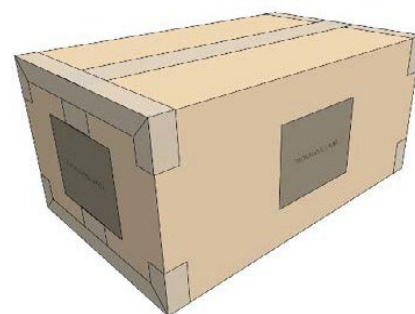

图 1
1. 所有 RSC（常规开槽外箱）外箱均应使用 H 型打包方法进行打包（参见右图 1）